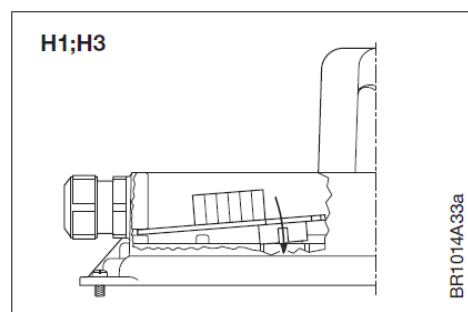
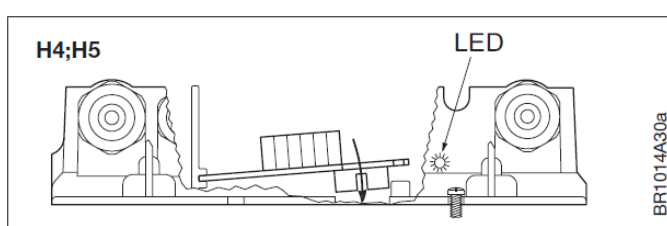

Abb. 9-4
Abb. 9-6
- Richten Sie die 10-poligen Steckverbinder sorgfältig aneinander aus, um sie dann vorsichtig ineinander zu schieben (siehe Abb. 9-4 für H1 und H3, siehe Abb. 9-6 für H4 und H5).